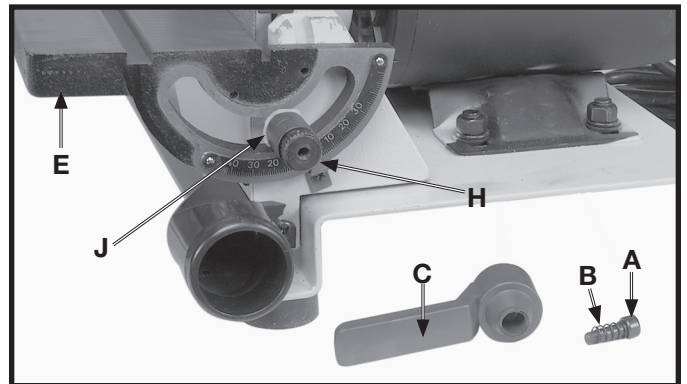

Fig. 15
4. Enfiler une rondelle plate de 10 mm (J) fig. 15, sur le goujon de verrouillage (H) fig. 15, et visser le goujon dans la base moulée pour fixer le module de la table (E) en position comme indiqué.
5. Installer la poignée (C) fig. 15, sur le goujon de verrouillage (H) et la fixer avec la vis (A) et le ressort (B).